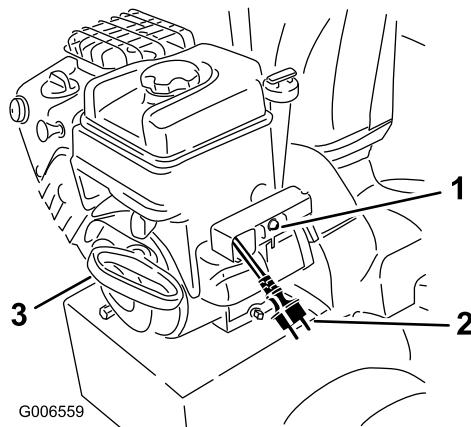

Figura 23
7. Avviate lo spazzaneve tirando la maniglia di avviamento a strappo o premendo il pulsante dell'avviamento elettrico (Figura 23).